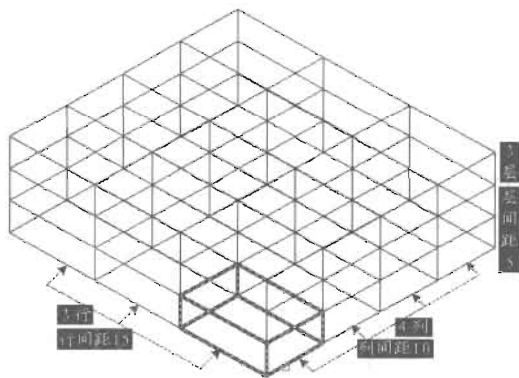

图 14-51
(2) 在命令提示行输入 3darray 命令并回车，矩形阵列长方体，如图 14-51 所示，命令执行过程如下。